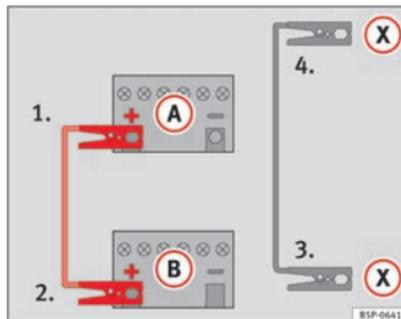

Abb. 189 Anschlussschema für Fahrzeuge mit Start-Stopp-System.
- **Bei Fahrzeugen mit Start-Stopp-Betrieb:** Klemmen Sie ein Ende des *schwarzen* Starthilfekabels (X) an einen geeigneten Masseanschluss, ein massives, fest mit dem Motorblock verschraubtes Metallteil oder direkt an den Motorblock an ⇒ Abb. 189.
5. Klemmen Sie das andere Ende des *schwarzen* Starthilfekabels (X) im Fahrzeug mit der entladenen Batterie an ein mit dem Motorblock verschraubtes massives Metallteil oder an den Motorblock selbst, aber an einer weit von der Batterie (A) entfernten Stelle an.